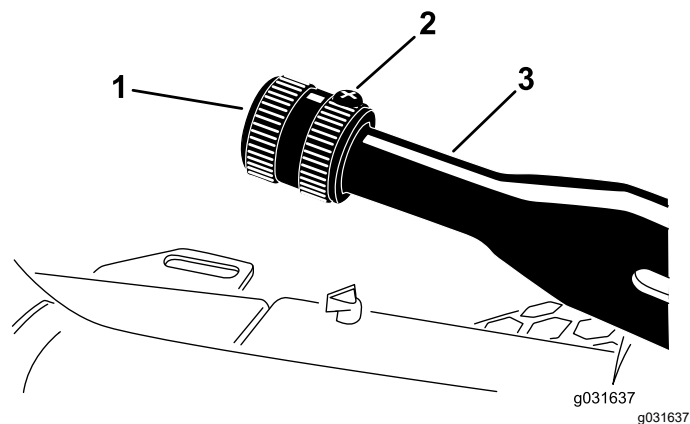

Рисунок 54
1. Ослабьте установочный винт, который крепит рукоятку к рычагу стояночного тормоза (Рисунок 54).